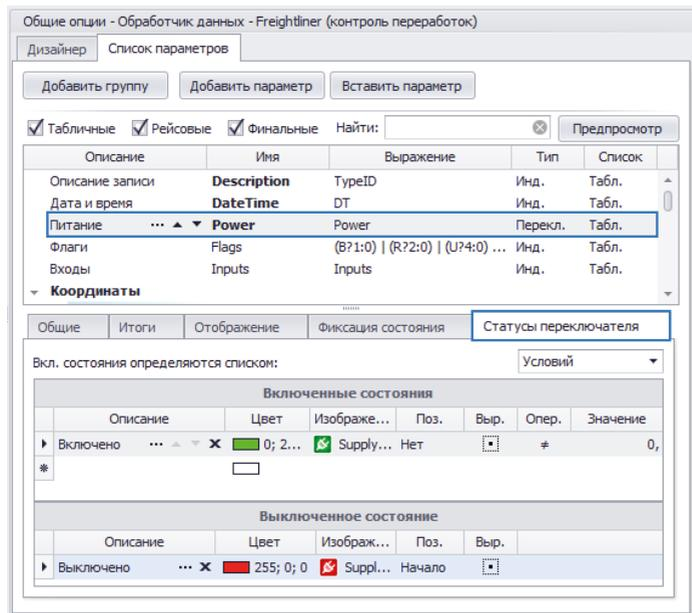

Рис.101. Статусы переключателя.
Переключатель может иметь несколько включенных и одно выключенное состояние. Настроить разные состояния переключателя можно на вкладке «Статусы переключателя» (**Рис.101**).
- **Условий** – включенные состояния определяются отдельным списком, заданным пользователем вручную. Для этой опции необходимо настроить таблицу включенных состояний – задать описание, цвет диаграммы и изображение состояния, значение параметра, соответствующее этому состоянию и т. д. Для того чтобы программа обрабатывала выключенное состояние параметра, необходимо задать свойства этого состояния в таблице «Выключенное состояние». Пример настроек приведен на **Рис.101**.